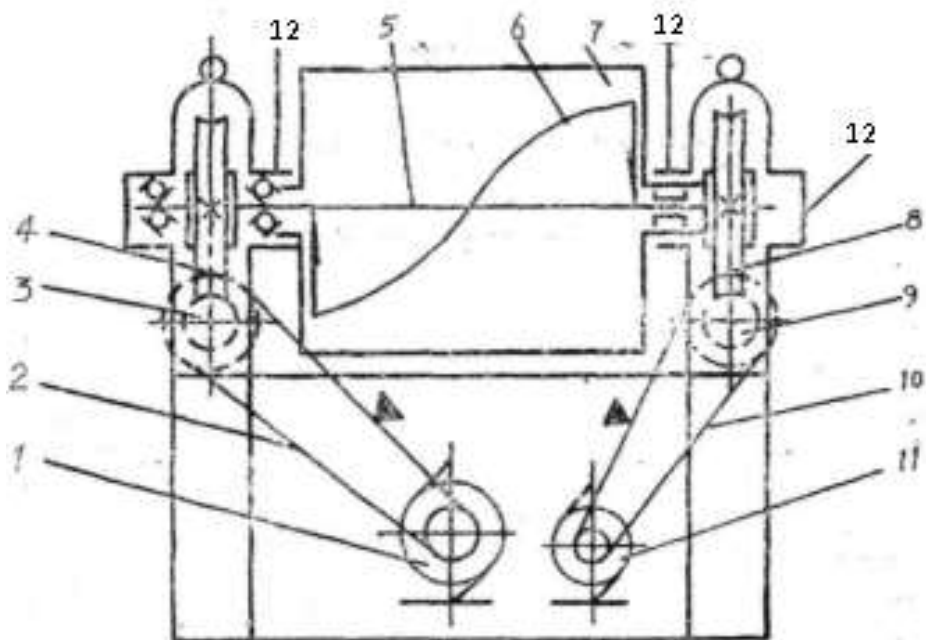

рис.1 Схема привода
- Перед первым запуском необходимо внести смазочное масло в места указанные на рис. 1 (шестерни внутри коробки червячного колеса имеют смазку). После этого дать оборудованию поработать холостую около получаса, проверить, не ослабло ли крепление деталей, проверить правильность отработки команд панели управления.